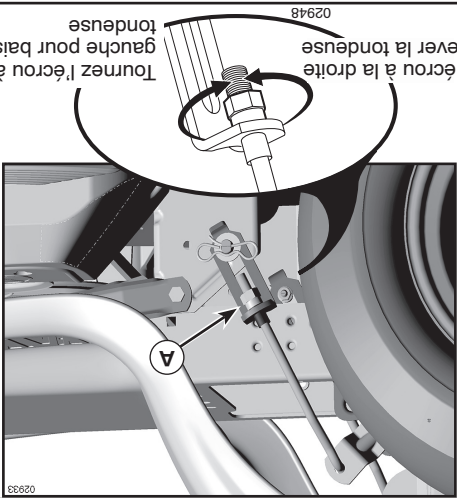

FIG. 22
- **AJUSTEMENT LATÉRAL VISUEL** (Voir la Fig. 22)